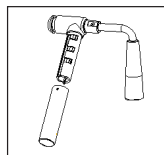

Рис. 9
- На решётку (2) установите подходящую по высоте и объёму чашку, не менее 300 мл.
- Ручкой регулировки угла наклона трубки капучинатора (14) направьте трубку капучинатора (15) в установленную чашку.
- Примечание:** вы можете изменить длину трубки капучинатора (15), для этого поверните трубку (15) против часовой стрелки, выдвиньте её на необходимую длину, и зафиксируйте трубку (15), повернув по часовой стрелке (рис. 9).
- Включите кофеварку, установив выключатель питания (11) «0/1» в положение «1», при этом загорятся и будут мигать индикаторы кнопок (7, 8, 9).
- Для включения режима очистки, два раза нажмите на кнопку (8) «Капучино». По окончании режима очистки включатся все световые индикаторы кнопок (7, 8, 9).
- После завершения очистки кофеварки выключите её, установив выключатель (11) «0/1» в положение «0».